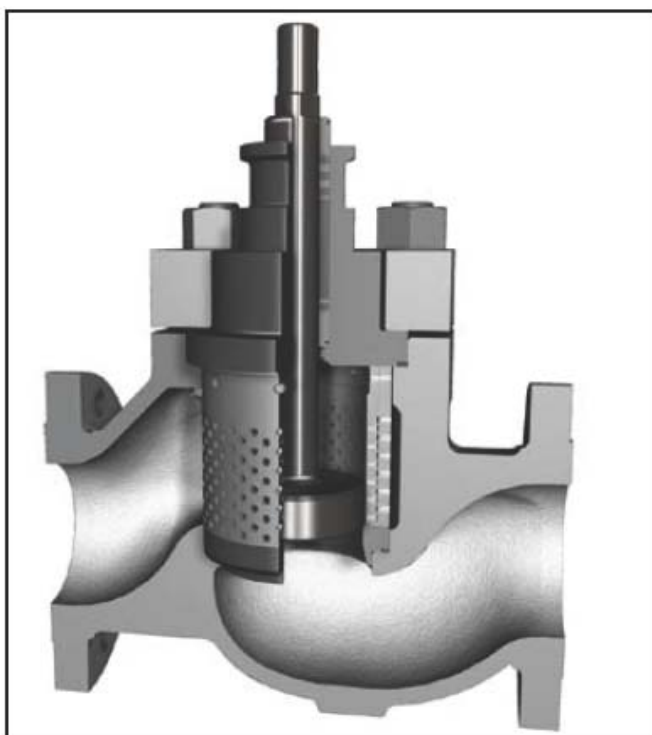

Рисунок 7.
8.2.1. В конструкции ChannelStream стандартный фиксатор заменен несколькими скрепленными между собой втулками, см. рис. 7. Затвор и крышка отличаются размерами от стандартной конструкции Марки 1. Сборка и разборка клапана производятся в соответствии со стандартными процедурами.